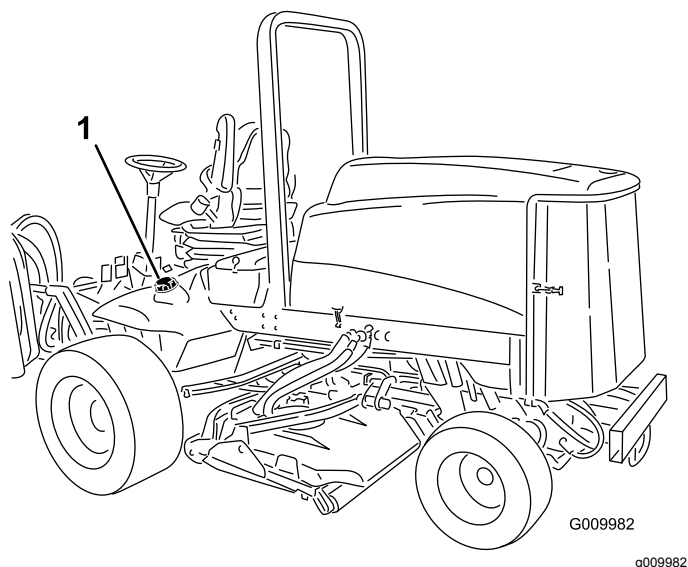

Рисунок 21
1. Снимите крышку топливного бака (Рисунок 21).